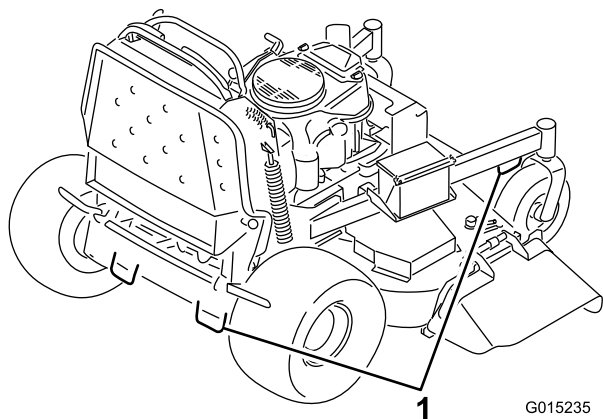

図 26
6. マシンにはロープ固定用のアイがついているので、チェーンやロープなどを使ってトラックやトレーラに機体をしっかりと固定する (図 26)